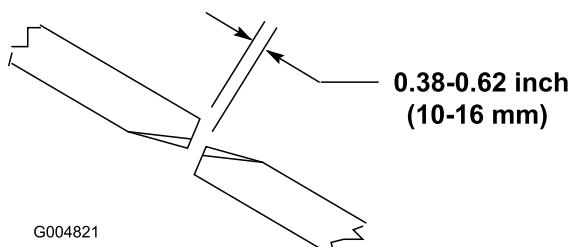

Figura 24
Per garantire il funzionamento ottimale del piatto di taglio occorre una luce di 10-16 mm tra la punta delle lame dei piatti di taglio laterali e quelle del piatto di taglio centrale (Figura 24).
2. Ruotate una lama centrale ed una laterale adiacente in modo che le punte delle loro lame siano allineate. Misurate la distanza tra le punte delle lame (Figura 24).